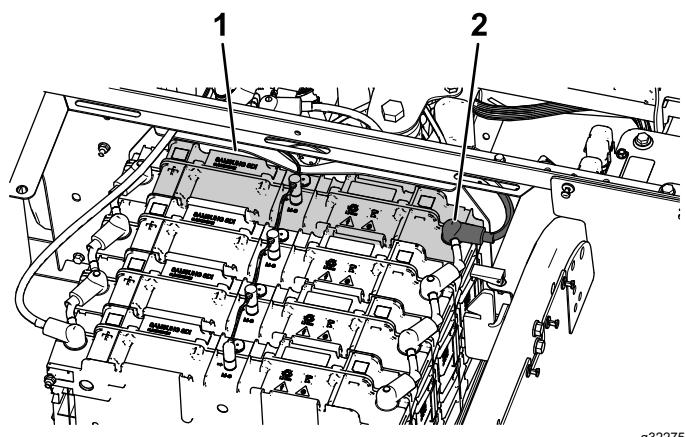

Figura 43
1. Retire el protector del borne negativo (–) de la batería delantera (Figura 43).